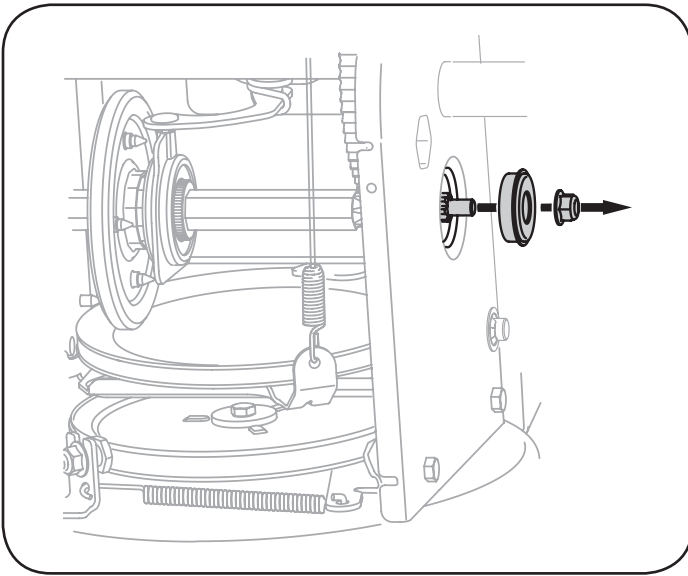

Figura 30
6. Retire con cuidado la tuerca hexagonal y la arandela que sujetan el eje hexagonal al marco de la máquina quitanieves, y golpee suavemente el extremo del eje para desplazar el cojinete de bolas del lado derecho del marco. Vea la Figura 30.